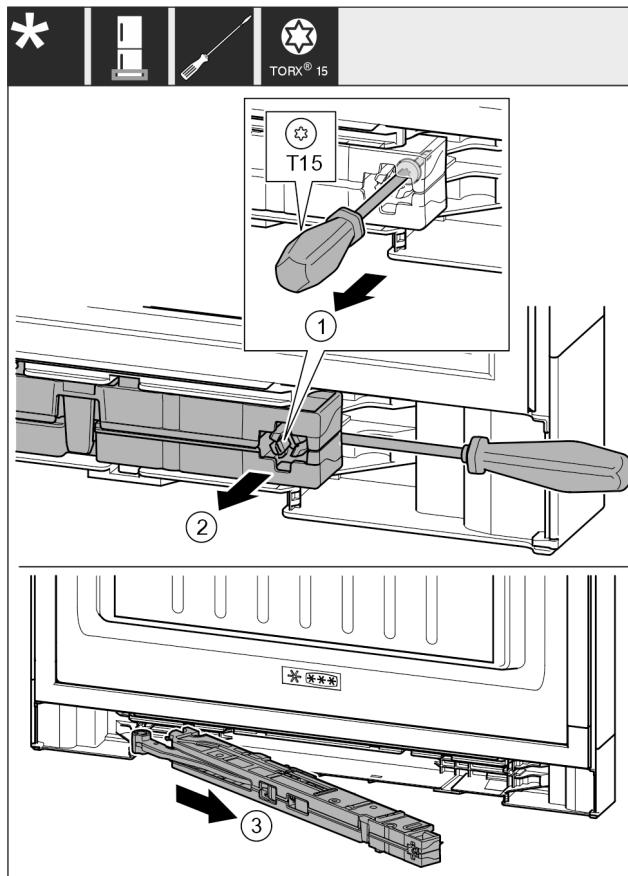

Fig. 17
- Desfaceți aprox. 14 mm șurubul de la unitatea amortizorului de închidere cu șurubelnită T15. Fig. 17 (1)
- Introduceți o șurubelnită pe partea mânerului în spatele unității amortizorului de închidere. Rotiți unitatea spre înainte. Fig. 17 (2)
- Scoateți unitatea. Fig. 17 (3)